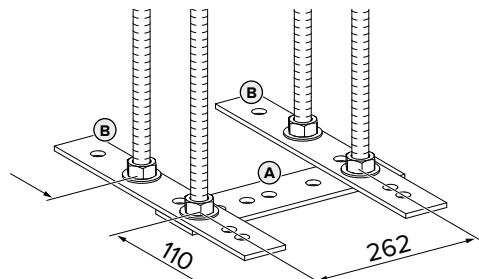
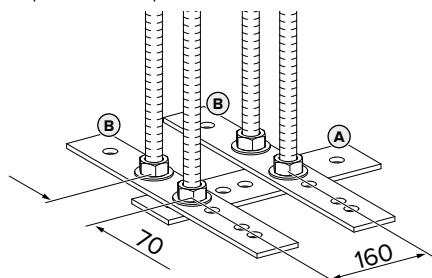

Bild 1: Mått [mm]
Bild 2: Mått [mm]
- Stick in gängstängerna under beaktande av männen i Bild 1 och Bild 2 i plattstålen. Kontrollera att plattstålet (A) och plattstålen (B) har placerats med rät vinkel (90°).